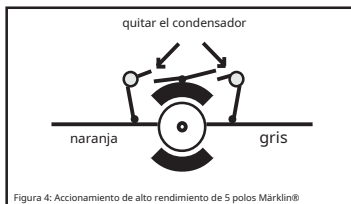

Figura 4: Accionamiento de alto rendimiento de 5 polos Märklin®
- Se deben retirar los dos supresores que conectan los terminales del motor con el chasis del motor (ver figura 4).
- Sin embargo, todos los condensadores de supresión RFI que conectan los terminales del motor con el chasis (del motor) deben retirarse (consulte la figura 4).